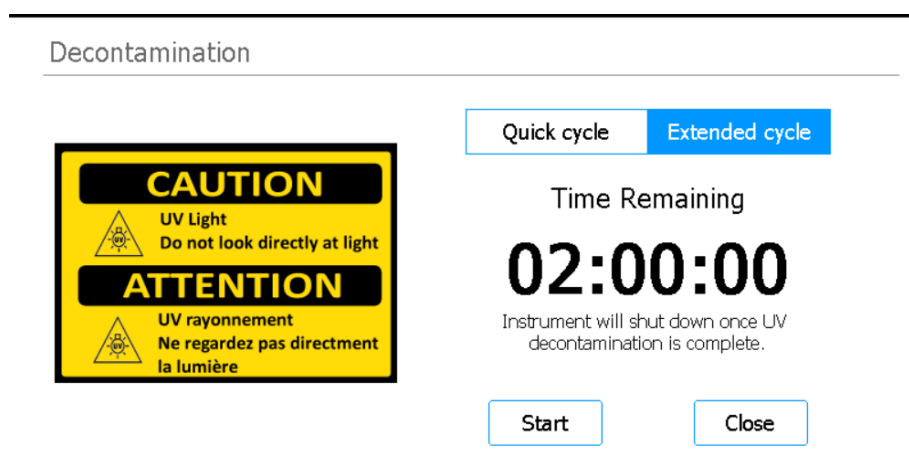

Figura 22 Ecrã Decontamination com o Extended cycle selecionado
- 3 Na parte superior do ecrã, selecione **Extended cycle**, conforme indicado na Figura 22.